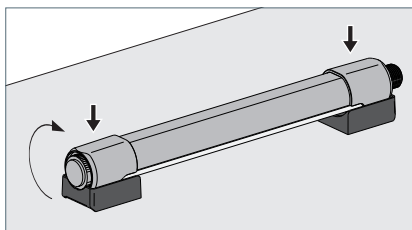

Fig. 11: Leuchte einbauen.
- ▶ Drehen Sie die Leuchte an den Haltern entlang um mindestens 90°, sodass sich die Rastnasen der Halter in die Nuten der Seitenteile der Leuchte schieben, siehe Fig. 11.